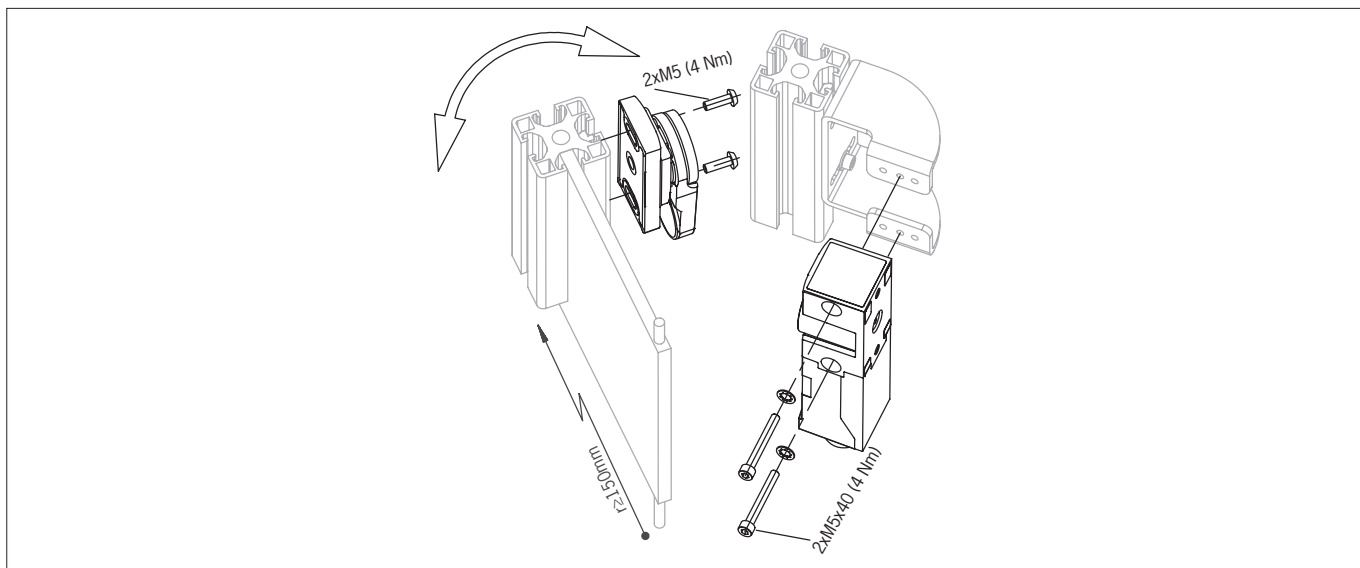

Figura 2: Esempio di installazione
- › Osservare i raggi minimi del riparo (vedi *Figura 2: Esempio di installazione a pagina 9*).